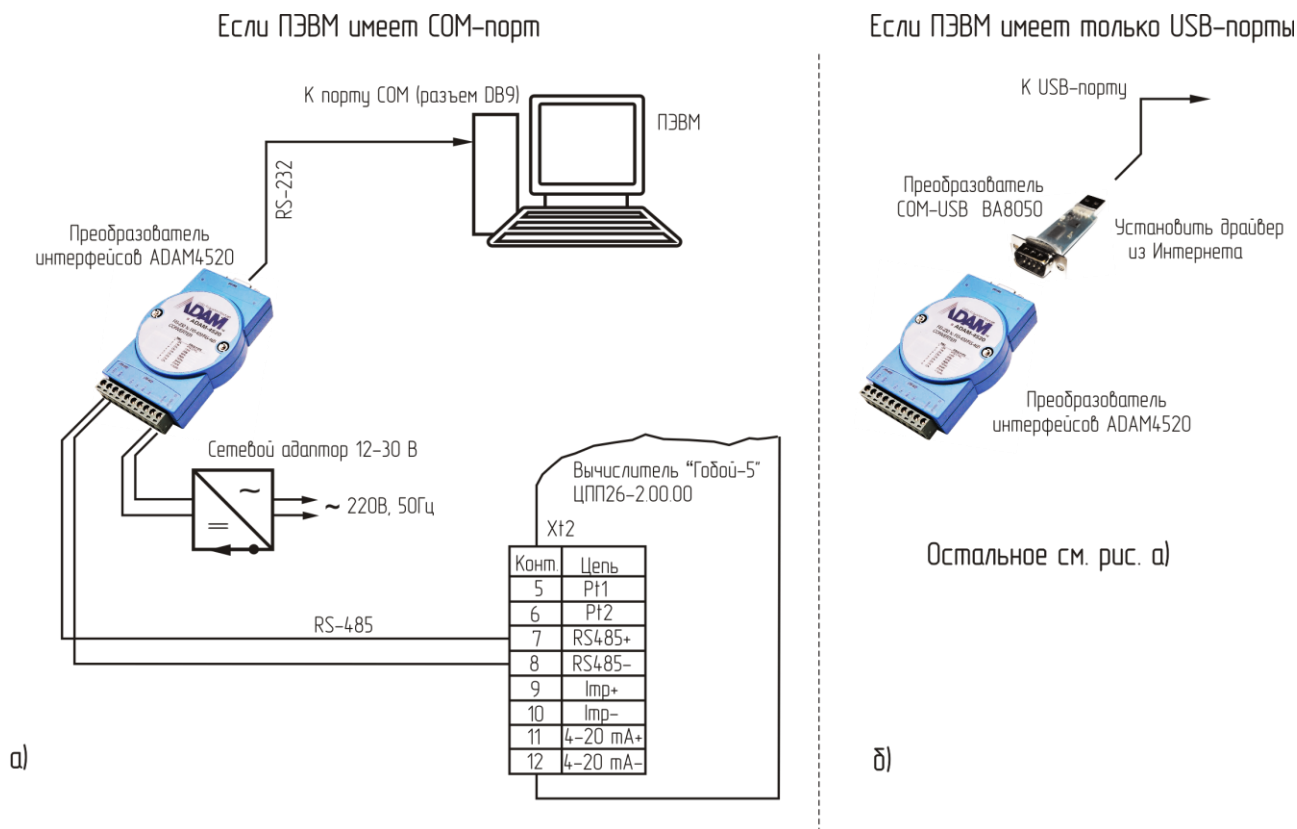

Рис. 1
- 3 Произвести подключения как на рисунке (желательно по рис.1, а).